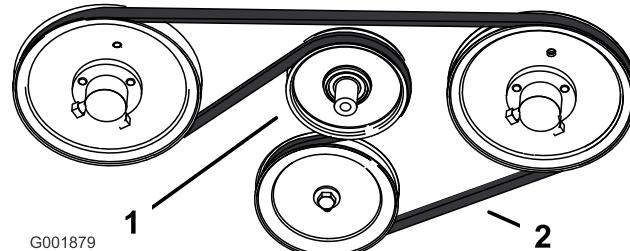

Figura 65
- Tire hacia abajo de la polea tensora tensada con muelle, y retire la correa de tracción de las poleas del motor y de la bomba hidráulica (Figura 65). Retire la correa entre las poleas.
- Instale la correa nueva alrededor de las poleas del motor y de la bomba hidráulica (Figura 65).
- Tire hacia abajo de la polea tensora tensada con muelle y alinéela debajo de la correa de tracción. Libere la presión en la polea tensora tensada con muelle (Figura 65).